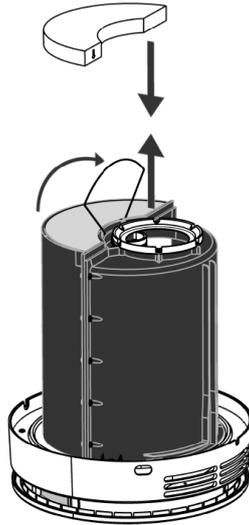

Figure 24 - Remplacez le filtre externe.
5. Ouvrez le support métallique qui maintient le filtre extérieur en place (voir Figure 24 ci-dessous).